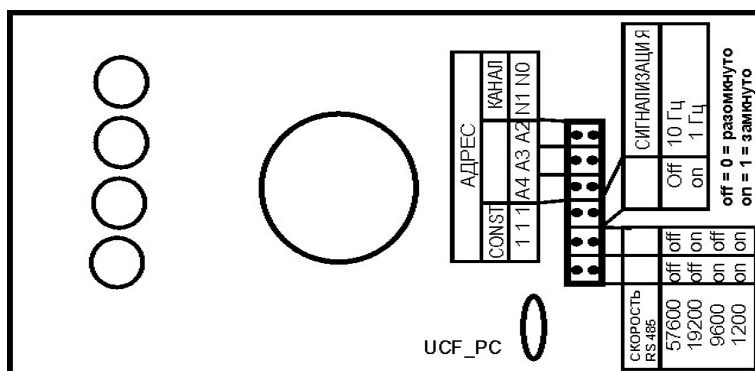

Рис.2
3.2.1 Установить требуемую скорость обмена, физический адрес устройства и предельпри помощи перемычек. Расположение и назначение перемычек приведено на рис.2. Закрыть корпус. Включить питание.